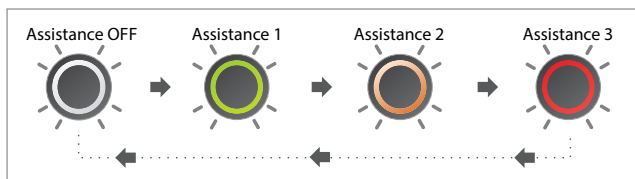

Figure 22
Lorsque la commande iWOC One est allumée (ON), appuyez brièvement sur le bouton pour régler le niveau d'assistance au pédalage. Le voyant lumineux de la commande clignote et se colore en fonction du niveau d'assistance sélectionné (figure 22).